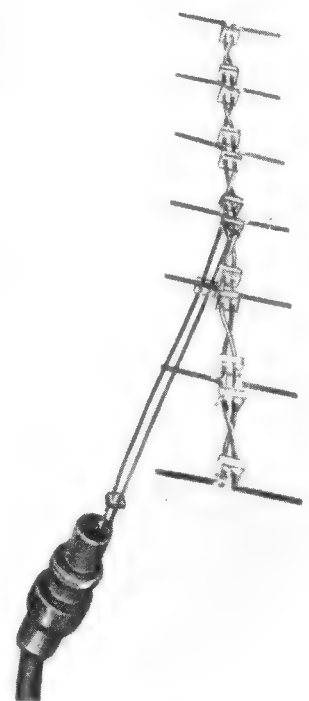

Bild 4. Dipolzeile für $\lambda = 10 \text{ cm}$
b) *Leitungsstücke als Impedanztransformatoren.* Da sich alle Leitungseigenschaften periodisch mit der halben Wellenlänge wiederholen, stellt jede Leitung von der Länge $\lambda/2$ oder einem ganzzahligen Vielfachen von $\lambda/2$ einen Transformator 1:1 dar. Dieser Transformator wird z. B. bei Dipolzeilen verwendet, wo die einzelnen, in $\lambda/2$ -Abstand voneinander angeordneten Strahler durch $\lambda/2$ -lange Leitungsstücke parallel geschaltet werden. Da aber der $\lambda/2$ -Transformator eine Phasendrehung von 180° bewirkt, muß durch Wendung der beiden Leiter die Gleichphasigkeit der Einzeldipole wieder hergestellt werden (Bild 4). Besonders einfache Transformationsverhältnisse ergeben sich ferner für Leitungsstücke, die $\lambda/4$ oder ein ungeradzahliges Vielfaches davon lang sind. Derartige Leitungsstücke vom Wellenwiderstand Z transformieren den Abschlußwiderstand R_1 in den Eingangswiderstand R_2 :